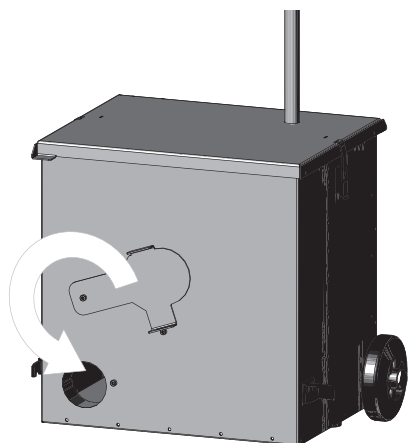

Fig. 52
- ▶ Öffnung verschließen und Aschebox zum Entleerungsort fahren – Fig. 52.